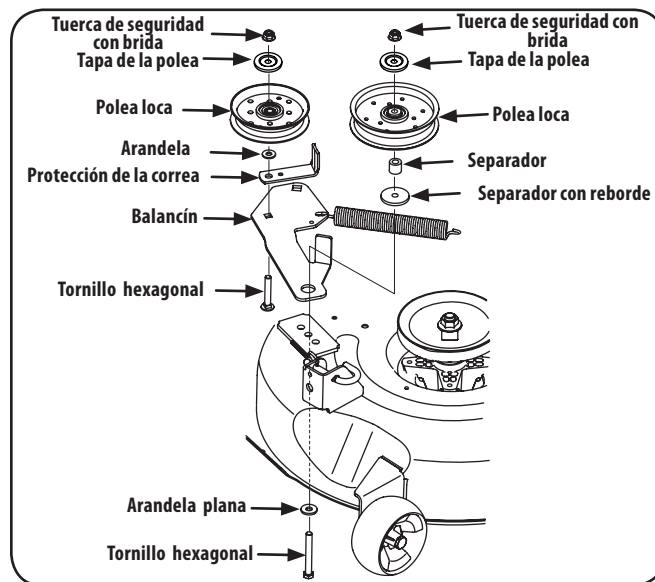

Figura 7-10
3. Extraiga las dos poleas locas, para lo cual debe retirar los tornillos de cabeza hexagonal y las tuercas de seguridad con brida que las sujetan a la plataforma y el brazo de polea loca. Consulte la Figura 7-10. No afloje ningún elemento de ferretería al sacar el tornillo de cabeza hexagonal y la tuerca de seguridad con brida.
- Coloque la correa alrededor de las poleas locas que extrajo en el paso 3 con el lado en "V" orientado hacia adentro. Una vez que todo esté en su lugar, vuelva a colocar los elementos de ferretería y ajuste la tuerca de seguridad con brida para sujetar el conjunto. Consulte la Figura 7-10.
- Coloque la correa como se indica en la Figura 7-10 y vuelva a instalar la plataforma.